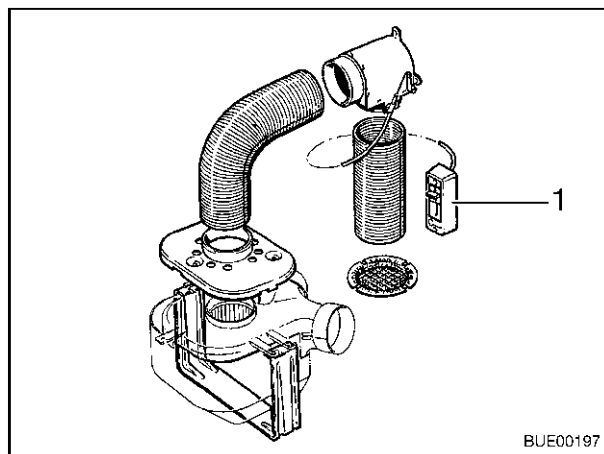

Fig. 83 Pacchetto comfort Airmix
- Mescolare l'aria esterna con l'aria già riscaldata dell'abitacolo in modo continuo impostando l'elemento di regolazione (Fig. 83,1).